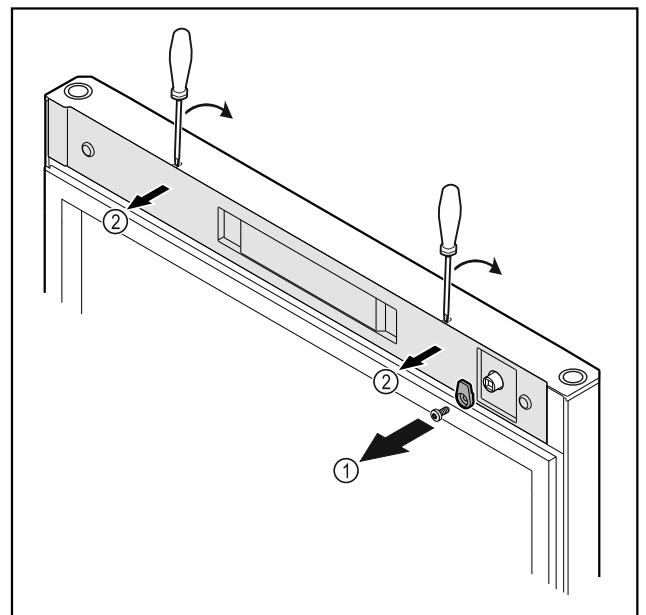

Fig. 52
- ▶ Odvrnite kuke za zatvaranje Fig. 52 (1).
- ▶ Odvojite poklopac Fig. 52 (2) malim odvijačem i skinite ga.